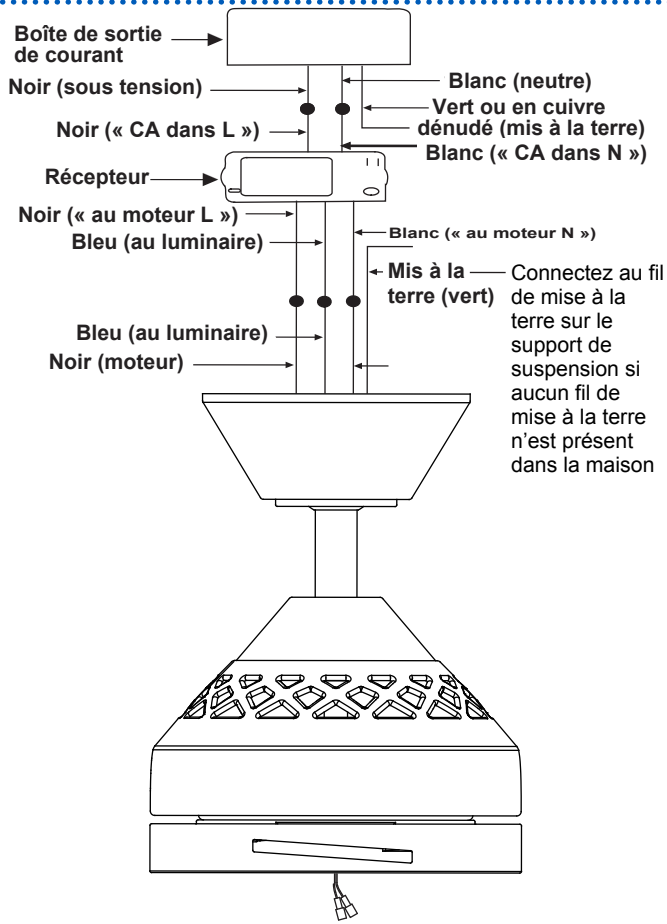

Fig. 14
Étape 2. Connexions électriques du moteur au récepteur (Fig. 14). Connectez le fil noir du ventilateur au fil noir marqué « TO MOTOR L (AU MOTEUR L) » du récepteur.
Étape 3. Connexions électriques du récepteur aux fils d'alimentation de la maison : Connectez le fil noir (sous tension) du plafond au fil noir marqué « AC in L (CA dans L) » du récepteur. Connectez le fil blanc (neutre) du plafond au fil blanc marqué « AC in N (CA dans N) » du récepteur. Fixez fermement et de manière sécuritaire les connexions électriques avec les capuchons de connexion en plastique fournis. (Fig. 14)
Étape 4. Si votre boîte de sortie de courant a un fil de mise à la terre (vert ou en cuivre nu), connectez-le aux fils de mise à la terre du ventilateur; sinon, connectez le fil de mise à la terre du support de suspension au support de montage. Fixez fermement et de manière sécuritaire la connexion électrique à l'aide d'un capuchon de connexion en plastique fourni. Après avoir connecté les fils, séparez-les de façon à ce que les fils verts et blancs soient d'un côté de la boîte de sortie de courant et les fils bleus de l'autre côté. Rangez soigneusement toutes les connexions électriques vers le haut à l'intérieur de la boîte de sortie de courant. (Fig. 14)